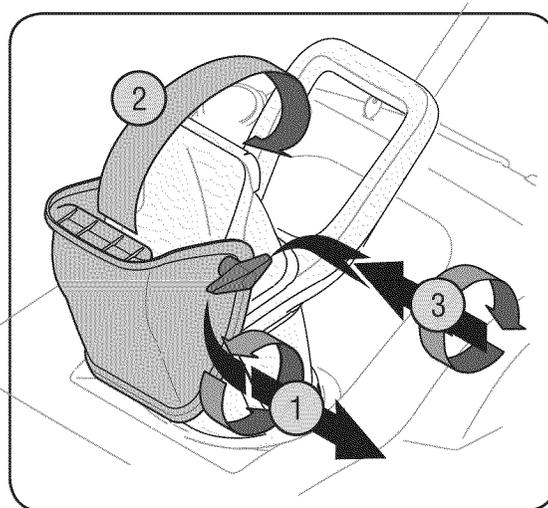

Figure 2
Pour expédier, la souffleur a été empaqueté avec la goulotte supérieure pivoter entièrement en bas, comme à la Figure 2. Pour le faire pivoter vers le haut, procédez comme suit:
1. Tournez la goulotte jusqu'à ce que l'ouverture de la goulotte d'éjection face l'avant de la machine. Retirez le bouton et le boulon ordinaire de la partie inférieure de la goulotte. Voir la Figure 2.